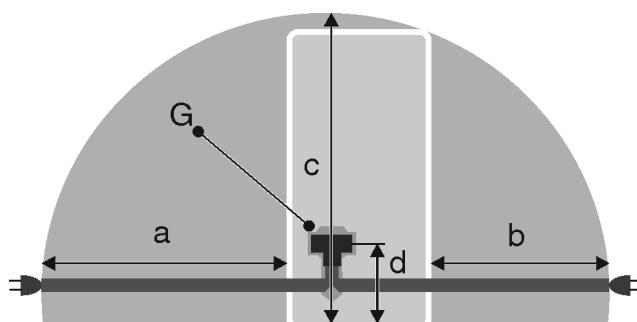

Fig. 27
- De contactdoos bevindt zich buiten het bereik van de achterzijde van het apparaat in het desbetreffende gedeelte Fig. 27 (a, b, c).
- ▶ Breng de apparaatstekker Fig. 27 (G) aan de achterzijde van het apparaat aan. Let op het correct vastklikken.